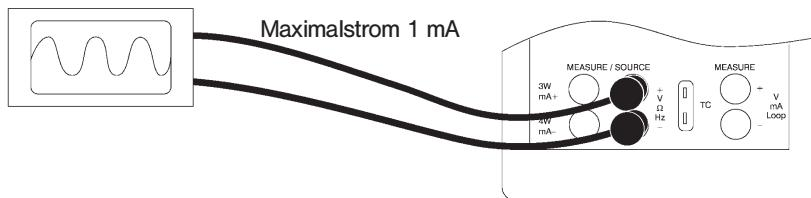

Abb. 19. Anschlüsse zur Prüfung eines Ausgabegerätes
3. Die Prüfleitungen am Instrument und am Kalibrator wie in Abbildung 19 anschließen.